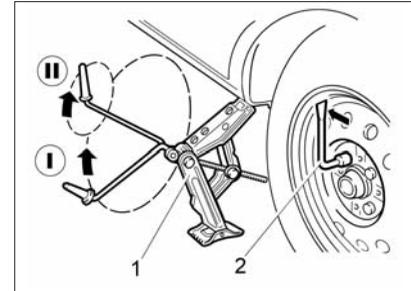

Рис. 56. Подъем автомобиля при замене колес
- ослабьте на один оборот комбинированным ключом 2 (рис. 56) болты крепления заменяемого колеса;
По окончании работ уложите замененное колесо в нишу багажного отделения, закрепите его винтом 1 (рис. 56) и закройте нишу ковриком.